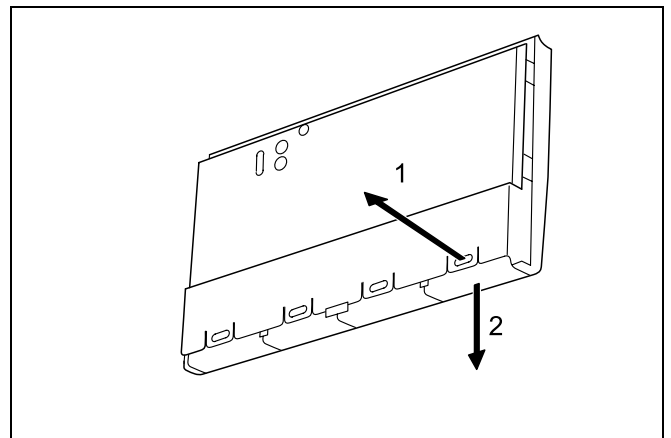

Abb. 11 Blindstück herausnehmen
2. Hebeln Sie mit einem kleinen Schraubendreher das Blindstück am Bedienteil ab, an dessen Platz ein Modul eingesetzt werden soll (Abb. 11).